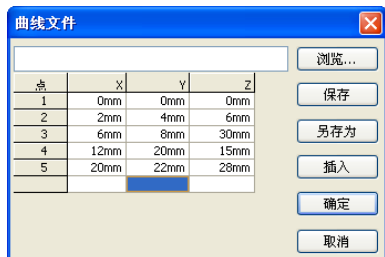
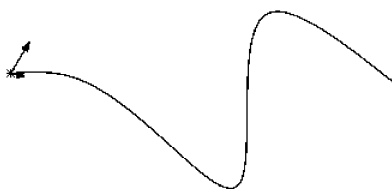

图 3-43 设置好的“曲线文件”对话框
图 3-44 通过 XYZ 点的曲线
(2) 单击 X、Y 和 Z 坐标列各单元格并在每个单元格中输入一个点坐标。
(3) 在最后一行的单元格中双击时，系统会自动增加一个新行。
(4) 如果要在行的上面插入一个新行，只要单击该行，然后单击“曲线文件”对话框中的“插入”按钮即可；如果要删除某一行的坐标，只需单击该行，然后按〈Delete〉键即可。
(5) 设置好的曲线文件可以保存下来。单击“曲线文件”对话框中的“保存”按钮或者“另存为”按钮，系统弹出“另存为”对话框，选择合适的路径，输入文件名称，单击“保存”按钮即可。
(6) 如图 3-43 所示为一个设置好的“曲线文件”对话框，单击对话框中的“确定”按钮，即可生成需要的曲线，如图 3-44 所示。